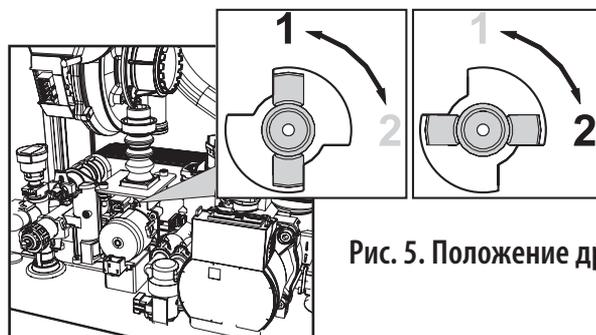

Рис. 5. Положение дросселя
- Для MAXIMA и TECH – убедитесь, что газовый клапан настроен на газ, который планируется использовать (см. рис. 5 «Положение дросселя»).